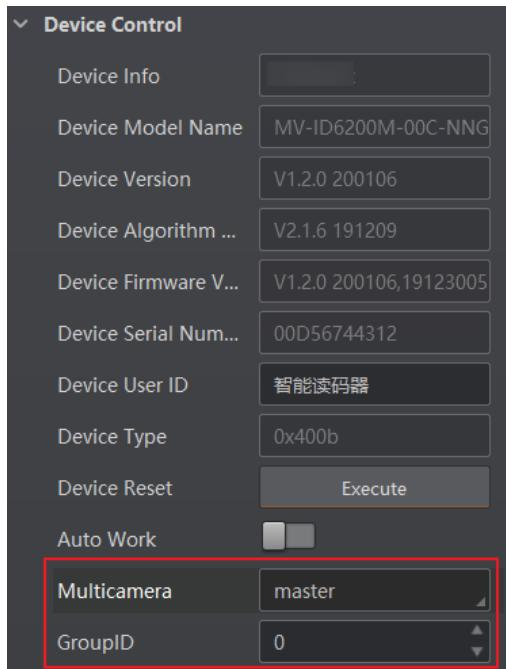

图3-8 设置组播功能
2. 在 Device Control 属性树下，根据需求在 Multicamera 下进行参数设置，其中 master 为主设备，slave 为从设备，如图 3-8 所示。
3. 设置参数 GroupID 的值, 如图 3-8 所示。同一套组播中的设备需要设置成相同的 ID 号, 与其它组播中的设备进行区分。